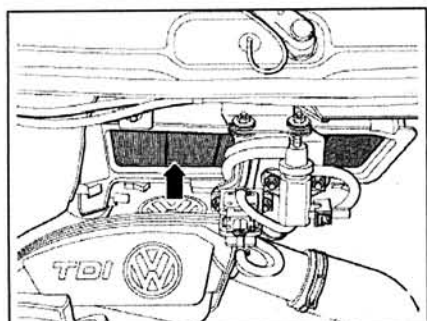

Рис. 1.128. Извлеките фильтрующий элемент (стрелка).
4. Извлеките фильтрующий элемент (стрелка) (рис. 1.128).